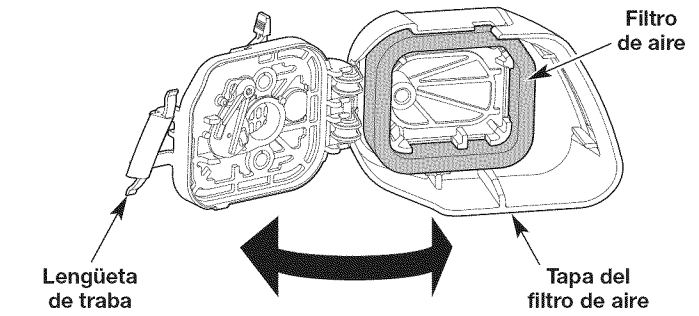

Fig. 17
1. Abra la tapa del filtro de aire. Presione la lengüeta de de traba hacia adentro y gire la tapa del filtro de aire hacia la derecha (Fig. 17).
2. Saque el filtro de aire del interior de la tapa (Fig. 17).
6. Vuelva a poner el filtro dentro de la tapa del filtro de aire (Fig. 17).
7. Cierre la tapa del filtro de aire. Gire la tapa del filtro de aire hacia la izquierda y presiónela hasta que la lengüeta de traba encaje en su lugar (Fig. 17).